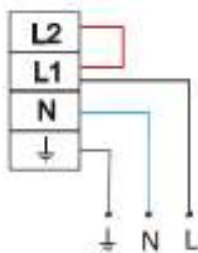

Рис.1
- 3.3 Присоедините сетевые провода и провод заземления (сечение провода - от 1,0 мм² до 2,5 мм²) к клеммной колодке: L1 - постоянная фаза, N - нейтраль, заземление - к соответствующей клемме колодки (см. рис. 1).